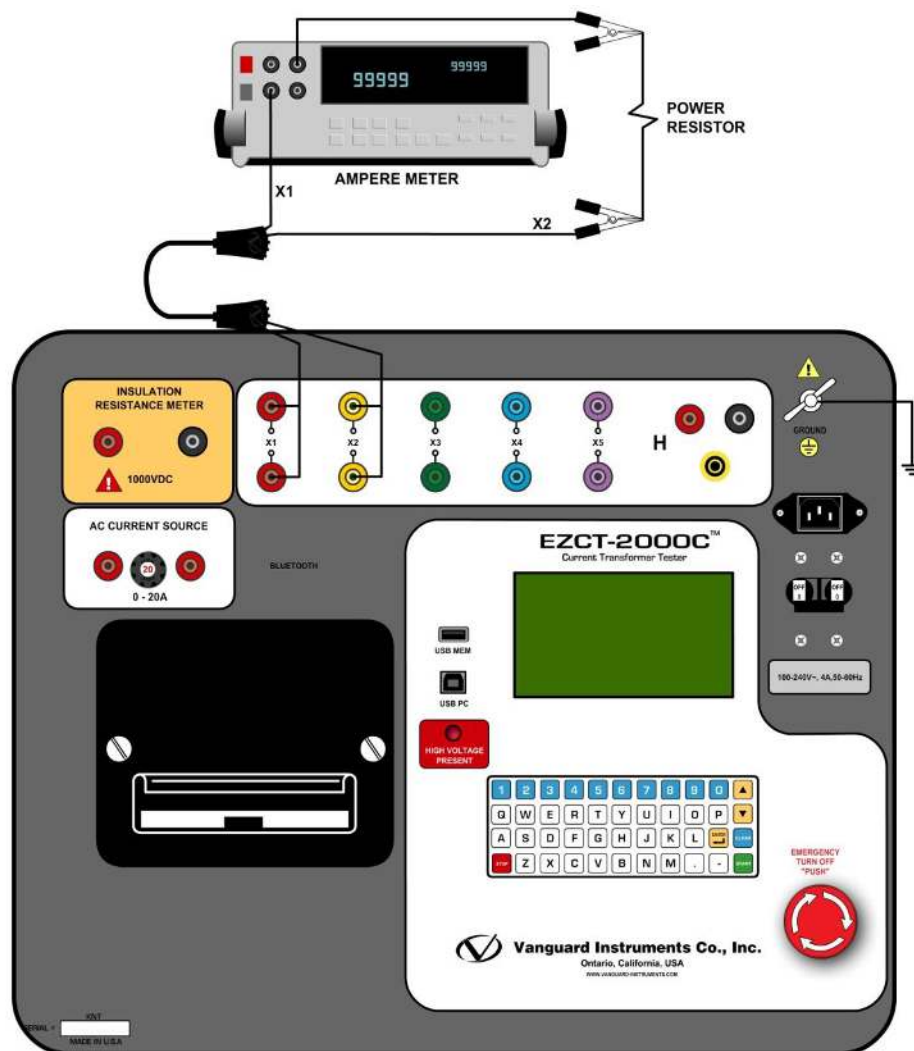

Figura. 27 Conexões de teste de verificação EZCT-2000C I_x
- Conecte os cabos X a um resistor de potência e a um amperímetro RMS, conforme mostrado na Figura. 27.